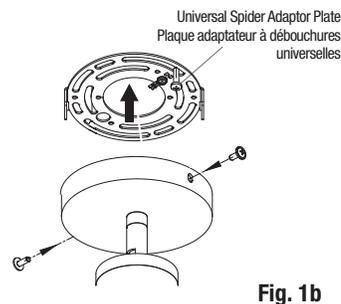

Fig. 1b
4. Remove the Universal Spider Adaptor Plate from the luminaire by unscrewing the two side canopy screws (Fig. 1b).
4. Retirer la plaque adaptateur à débouchures universelles du luminaire en dévissant les deux vis latérales du pavillon de recouvrement (Fig. 1b).